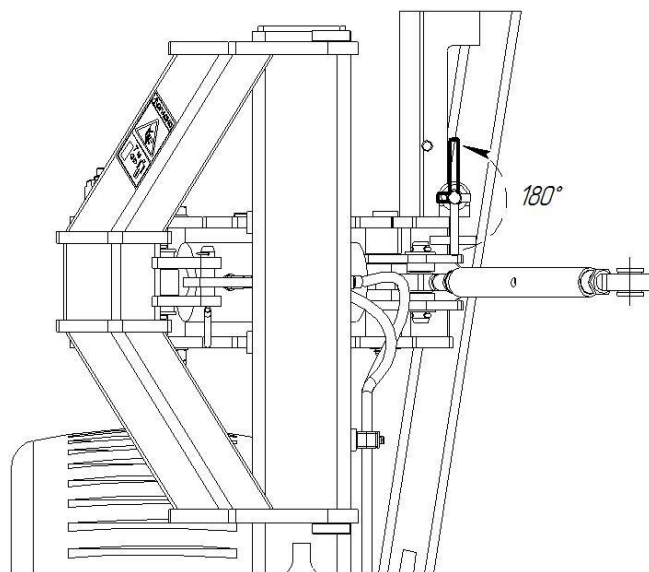

Рисунок 4
– проверить фиксацию крыльев защелками (рисунок 4). При необходимости зафиксировать вручную.